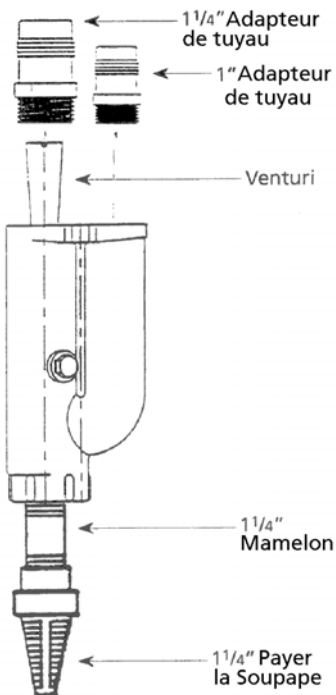

Figure 9
5. Installer un 1 1/4" adaptateur en plastique de tuyau en vissant l'adaptateur dans 1 1/4" trou tapé dans le corps d'éjecteur (voit la Figure 9)